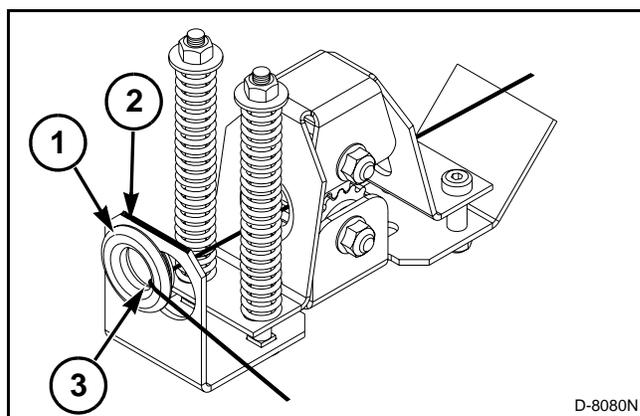

FIG. 53
FIG. 53: Ajuste las guías del cordel (1) para que el cordel pase a través del centro de los rodillos del tensor. Quite el anillo de retención (2) y coloque la guía en el orificio izquierdo o derecho. El lado de la guía que sigue el cordel debe estar hacia el centro del soporte (3). Instale el anillo de retención.